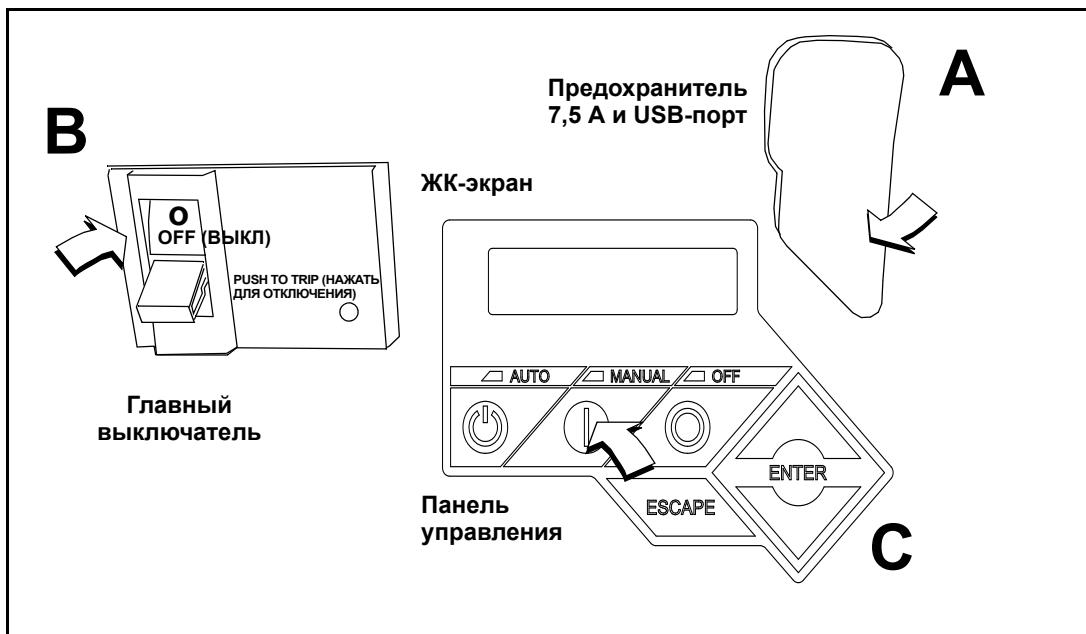

Рис. 3-5. Панель управления генератора
- Приподнимите защитный резиновый клапан, покрывающий держатель для предохранителя, и установите предохранитель 7,5 А. См. пункт «A» на Рис. 3-5.
- Переведите главный выключатель вниз в положение OFF (ВЫКЛ) (Разомкнутое положение). См. пункт «B» на Рис. 3-5.
- Нажмите MANUAL (РУЧНОЙ) на панели управления, чтобы запустить двигатель. Сработает синий светодиод, подтверждающий переход системы в режим MANUAL (РУЧНОЙ). См. пункт «C» на Рис. 3-5.